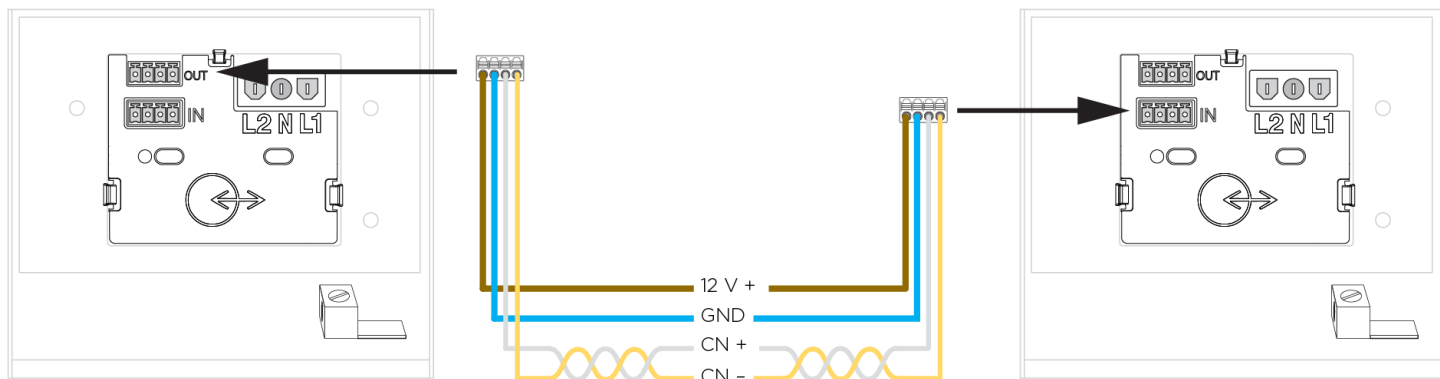

Abbildung 33: Kommunikationsanschlüsse der Powerwalls verbinden
- Verbinden Sie Kabelschirmung/Beilaufdraht mit der Erdungsklemme im zweiten Powerwall-Gehäuse (Abb. 33). Die Erdungsklemme ist mit folgendem Symbol gekennzeichnet: . Ziehen Sie die Schraube in der Erdungsklemme auf 4,5 Nm fest.